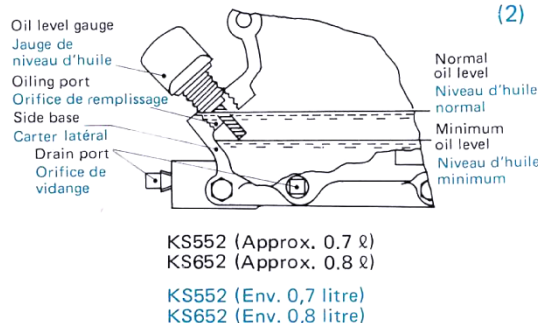

Fig. 2
- Locate the tiller main body in such a manner as keep the engine horizontal and check the oil level by applying the oil level gauge to the side base. (Fig. 2)
- Immobiliser le motoculteur de manière que son moteur se trouve à l'horizontale et vérifier le niveau de l'huile en insérant la jauge dans le carter latéral. (Fig. 2)